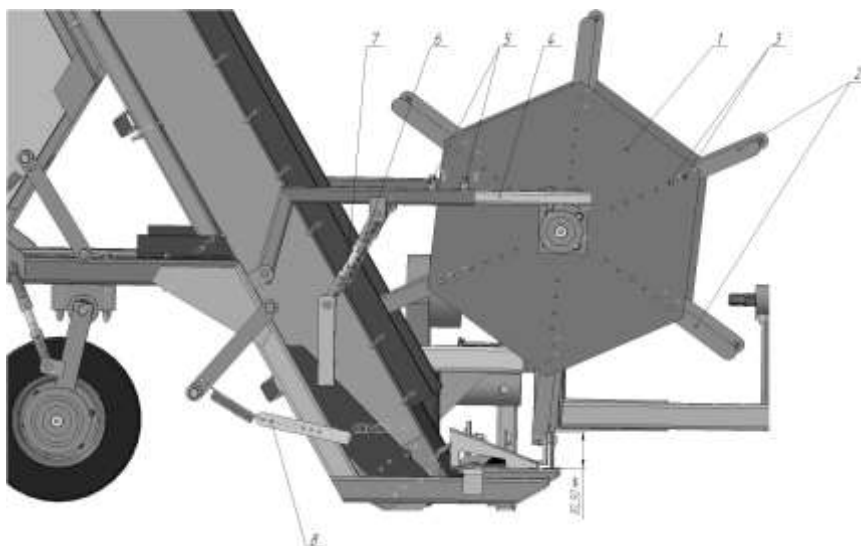

Рисунок 6. Регулировка мотовила
7.5.2 Мотовило по высоте регулируют (рис.6) при помощи винта 7 талрепаб.